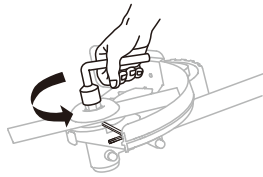

Fig.5A
4. Introduzca la llave hexagonal suministrada en el orificio para que actúe como estabilizador y afloje la tuerca con la llave de dado suministrada. (Fig.5A)
3. Inserte la llave hexagonal suministrada en los orificios alineados para que actúe como estabilizador. Utilice la llave de dado suministrada para apretar la tuerca en SENTIDO CONTRARIO A LAS AGUJAS DEL RELOJ firmemente en el eje (Fig.5A).